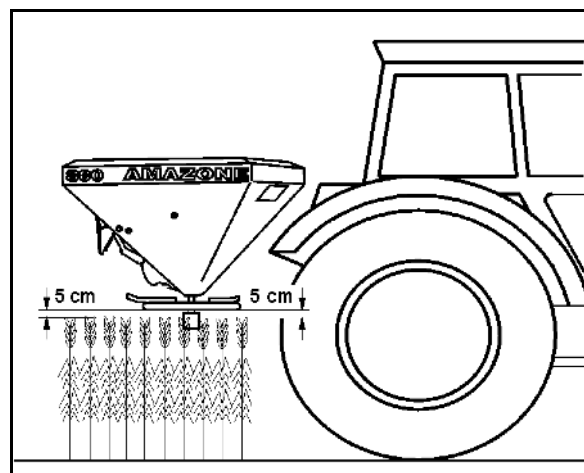

Рис. 63
2. Открутите барашковую гайку (Рис. 63/1).
3. По шкале (Рис. 63/2) найдите значение для положения заслонки, определённое из таблицы норм внесения удобрений или с помощью приспособления для установки сеялки на норму высева.
4. Установите указатели (Рис. 63/3) обоих регулировочных рычагов (Рис. 63/4) на это значение шкалы.
5. Снова затяните барашковую гайку (Рис. 63/1).